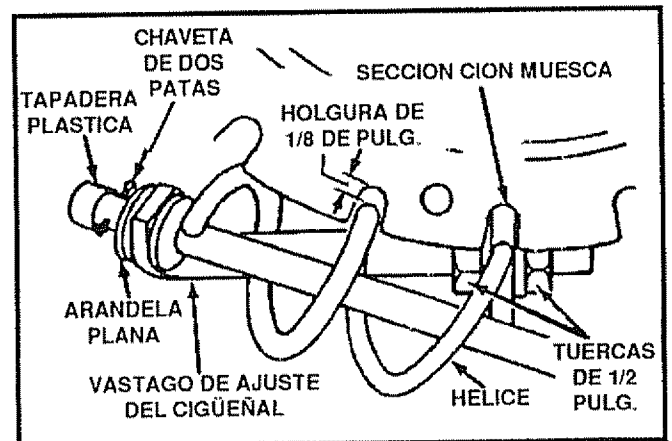

FIG. 5
- Remueva la tapadera plástica, la chaveta de dos patas y la arandela plana del extremo helicoidal del conjunto del cigüeñal y colóquelos a un lado (Véase Fig. 5)
- Instale el extremo helicoidal del cigüeñal a través del agujero en la varilla de ajuste y asegure el extremo con la arandela plana y la chaveta de dos patas, como se muestra en la Fig. 5
- Rote el cigüeñal del canal de descarga totalmente, en el sentido de las manecillas del reloj, y totalmente en el sentido contrario a las manecillas del reloj. El canal de descarga debe rotar totalmente hasta el diámetro exterior del serpentín y debe existir una holgura de 1/8 de pulgada aproximadamente (Véase Fig. 5). Si el cigüeñal del canal de descarga necesita ser ajustado, refiérase a la sección "Servicio y ajustes" en la página 18